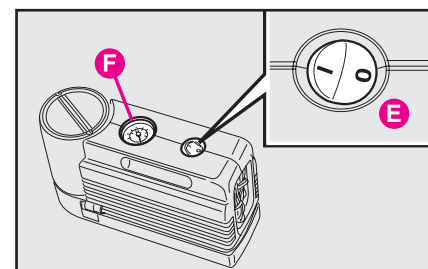

рис. 16f
– убедитесь, что компрессор выключен (выключатель **Е** компрессора находится в положении **0** (рис. 16f)), запустите двигатель и вставьте вилку **D** (рис. 16e) в сеть, затем включите компрессор, установив выключатель **Е** в положение **I** (рис. 16f). Накачивать шину следует до значения, указанного в разделе "Давление воздуха в шинах" главы "Технические характеристики". Для получения точных показаний давление измеряется манометром **F** при выключенном компрессоре.